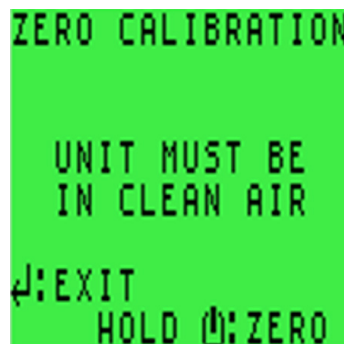

Figure 55: Pantalla ZERO CALIBRATION (Calibración cero)
2. Siga pulsando el botón hasta que finalice la autocomprobación y en el visor aparezca ZERO CALIBRATION (Calibración cero), como se muestra en Figure 55: Pantalla ZERO CALIBRATION \(Calibración cero\).